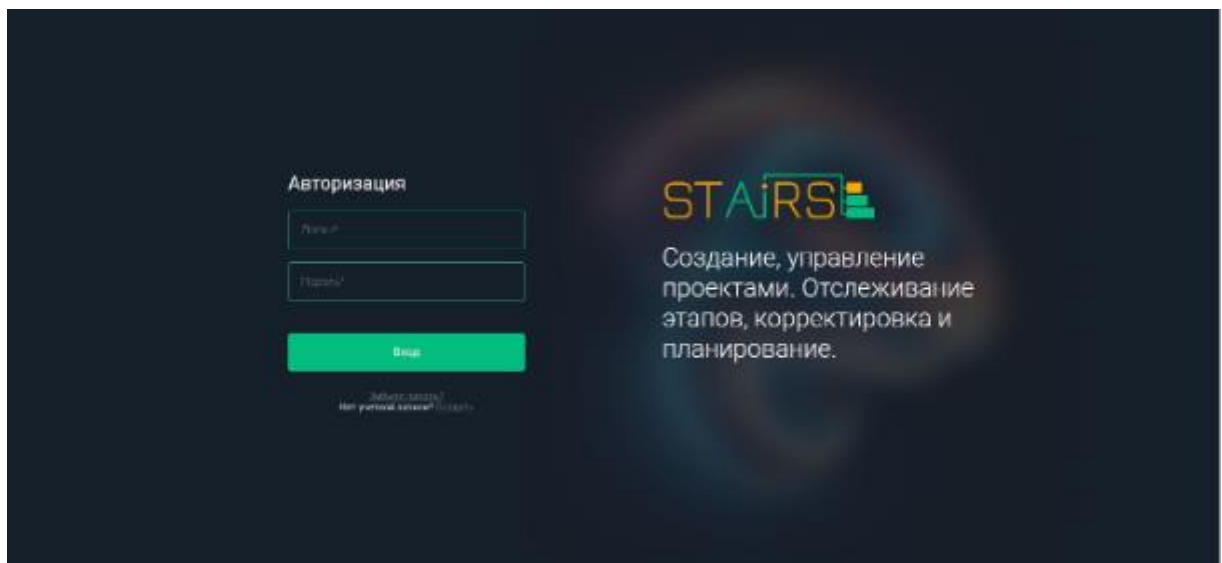

Рисунок 1 – Страница авторизации системы STAIRS
- б. С целью обеспечения безопасности и конфиденциальности работы каждому пользователю необходимо пройти процедуру регистрации и авторизации. Авторизация обеспечивает безопасность проектных данных. В поля формы вводятся логин и пароль, предоставленные при регистрации или назначенные администратором системы (рисунок 1).